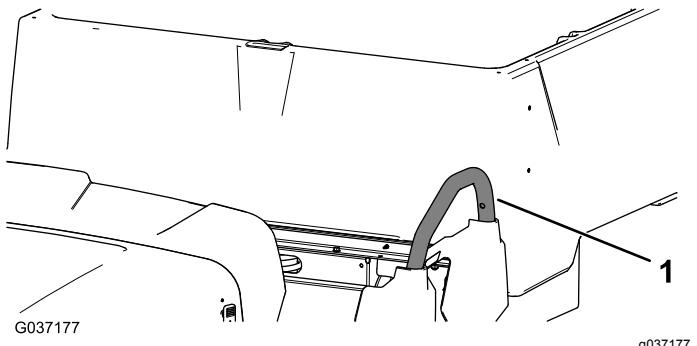

Figure 9
3. Retirez les 3 vis et les 3 écrous qui fixent la poignée de maintien et déposez cette dernière (Figure 9).
- Reposez la poignée de maintien gauche que vous avez déposée à l'aide de 3 vis et 3 écrous (Figure 9).